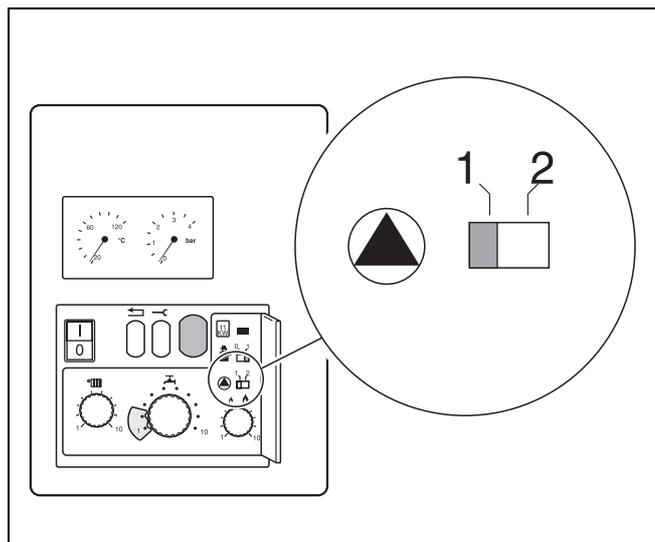

Fig. 27 Commutatore di temporizzazione della pompa
- Portare l'interruttore (fig. 27) in posizione "1": la temporizzazione della pompa è così di 4 min. Portare l'interruttore in posizione "2", se l'impianto è regolato in funzione della temperatura ambiente e sussiste pericolo di gelo per parti dell'impianto situate fuori dal campo di rilevamento del regolatore di temperatura ambiente, p.e. radiatori nel garage. In questo caso la temporizzazione della pompa è 24 h.